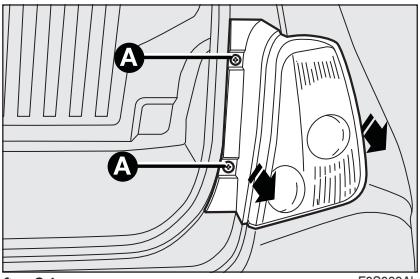

fig. 26
- svitare le due viti di fissaggio **A**-fig. 26 ed estrarre il gruppo ottico assialmente senza ruotarlo;